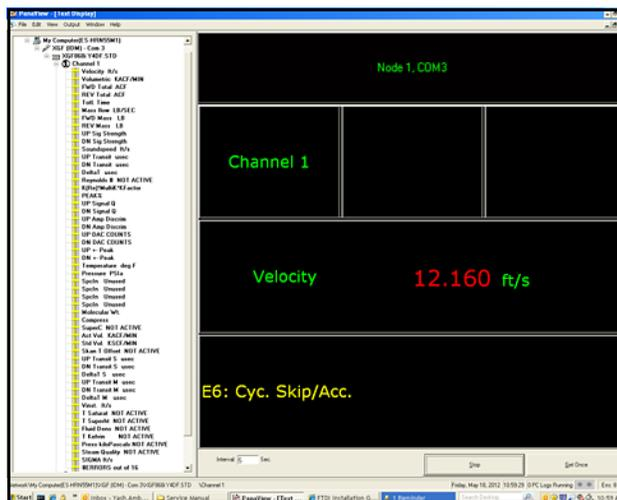

Figura 18: Varias pantallas de texto en la ventana *Text Display*
2. Repita el paso 1 para cada parámetro de proceso adicional. Para ello, haga doble clic en el parámetro en el árbol de la red de PanaView. PanaView organiza automáticamente en mosaico las distintas pantallas de texto en el panel derecho de la ventana *Text Display*, como se muestra en la *Figura 18*.